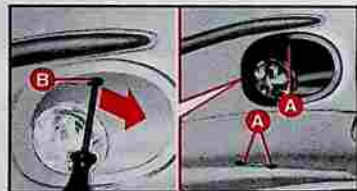

fig. 17
- 1) A l'aide d'un tournevis, dévisser les 3 vis **A**-fig. 17